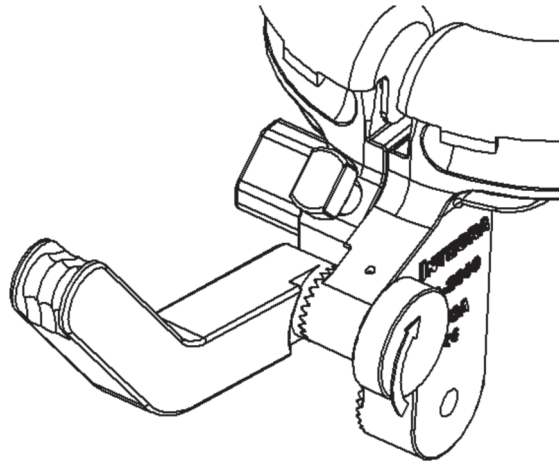

Figura 13
4. Ruotare in senso orario la manopola della barra di puleggia serrandola bene (Figura 13).